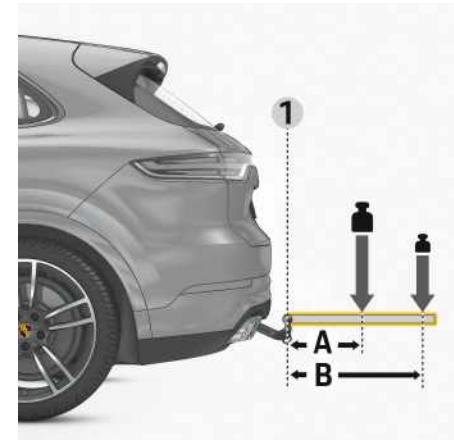

Fig. 85: Principe de répartition de la charge des équipements et accessoires
- Le poids total autorisé (système de transport avec charge utile) est de 75 kg maximum. Néanmoins, si le poids total autorisé est inférieur, la distance du centre de gravité de la charge utile par rapport au dispositif d'attelage sera d'autant plus grande **1** (fig. 85).
700 mm par rapport au crochet d'attelage **1** (fig. 85).